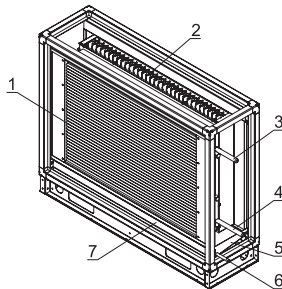

Рисунок 13
Водяной воздухоохладитель (рис.13) предназначен для охлаждения и осушения воздуха и представляет собой медно-алюминиевый теплообменник (1), поверхность нагрева которого образована пучком медных труб, оребренных пластинами из алюминиевой фольги. Теплообменник (1) и каплеуловитель (2) установлены на специальные направляющие (7) и образуют разборную конструкцию позволяющую демонтировать их по отдельности. Для слива теплоносителя и выпуска воздуха из контура теплообменника в подводящих и отводящих патрубках (3) и (4) предусмотрены отверстия, закрытые пробкой. Сбор конденсата происходит в поддоне (5). Удаление конденсата из поддона происходит через сливную трубку (6).